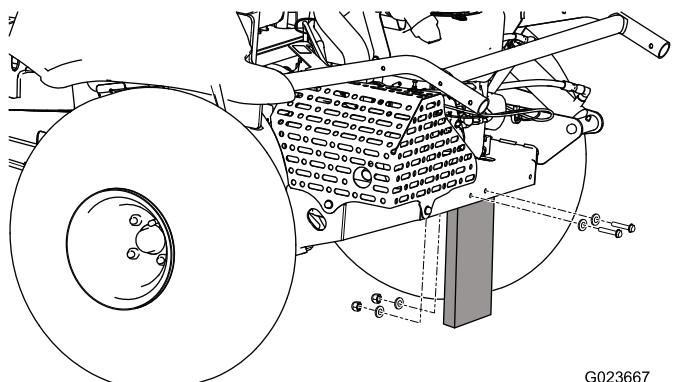

Bild 3
2. Entfernen Sie die Muttern, Schrauben und Scheiben, mit denen die Versandplatte am Heck der Maschine befestigt ist (**Bild 3**).